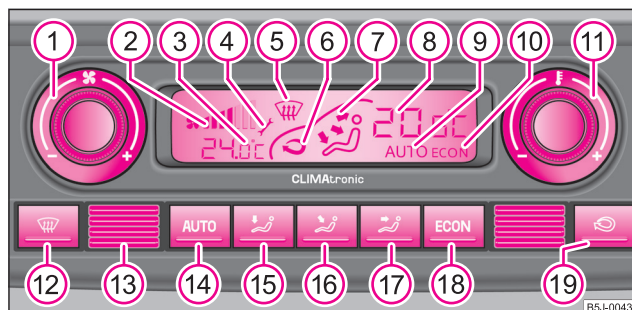

Fig. 109 Climatronice: Elementele de comandă
- Apăsati tasta **AUTO** ⇒ fig. 109.
Apăsati și mențineți apăsată tasta **ECON** și **AUTO** ⇒ fig. 109. Pe display se afișează datele în unitatea dorită de măsură a temperaturii.
- Apăsăți tasta ⇒ pagina 90, fig. 109.
– Rotiți regulatorul  ⇒ pagina 90, fig. 109 spre stânga (reducerea turației) sau spre dreapta (mărirea turației).